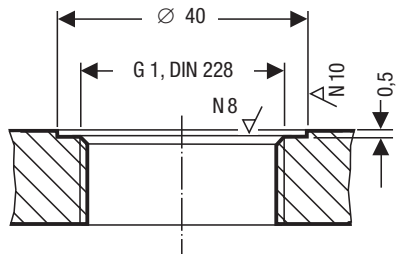

Fig. 5
5. Dichtflächen auf Behältergewindestutzen oder Flanschdeckel überprüfen. **Fig. 5**
6. Mitgelieferten Dichtring **C** auf die Dichtfläche des Gewindestutzens oder Flansches legen. **Fig. 5**
- Die Dichtflächen vom Behältergewindestutzen oder Flanschdeckel müssen gemäß **Fig. 5** technisch einwandfrei bearbeitet sein!